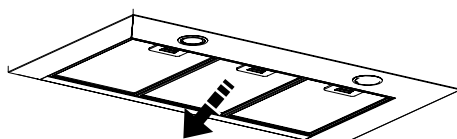

Fig. 1
### Desmontagem do filtro cassete ( fig. 1).
- Retire o filtro cassete, desencaixando-o (fig. 1).
Qualquer intervenção no seu aparelho deve ser realizada pelo seu revendedor ou por outro profissional qualificado autorizado pela marca. Ao chamá-los, indique a referência completa do seu aparelho (modelo, tipo e número de série). Estas informações figuram na placa de identificação fixada no aparelho (Fig.1).